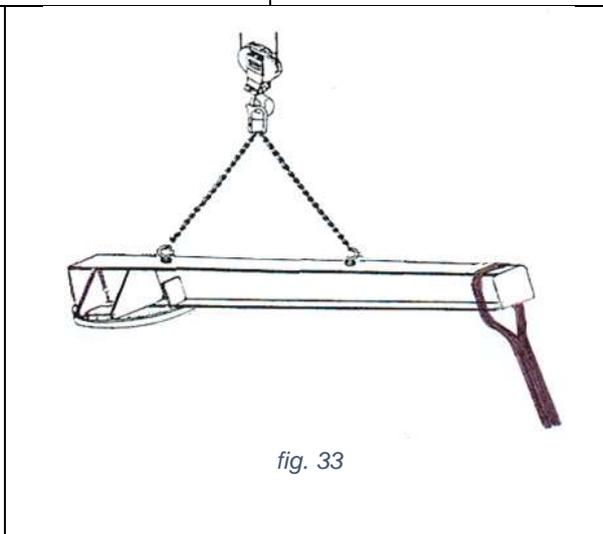

fig. 33
6. Éviter les oscillations et les pendules et, si nécessaire, utiliser une corde ou une corde attachée à l'extrémité de la flèche pour maintenir l'équilibre (fig. 33).